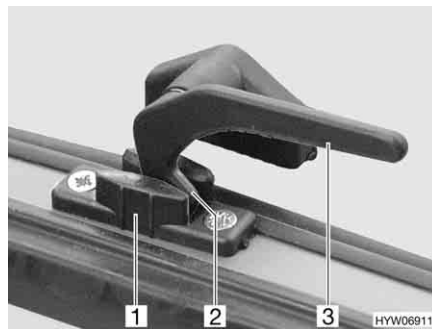
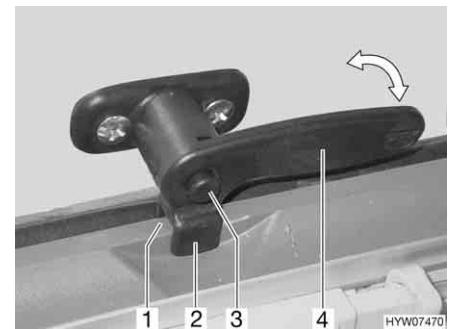

Bild 77 Verriegelungshebel ohne Sicherungsknopf in Stellung "Dauerbelüftung"
Bild 78 Verriegelungshebel mit Sicherungsknopf in Stellung "Dauerbelüftung"
- in Stellung "Dauerbelüftung" (Bild 77 oder Bild 78)
- Ggf. Sicherungsknopf (Bild 78,3) drücken und gedrückt halten.
- Den Verriegelungshebel (Bild 77,3 oder Bild 78,4) eine viertel Umdrehung zur Fenstermitte hin drehen.
- Verriegelungshebel wieder zurückdrehen. Die Verriegelungsnase (Bild 77,2) dabei in die Aussparung der Fensterverriegelung (Bild 77,1) einfahren oder die Gabel (Bild 78,2) am Verriegelungshebel in die Fensterverriegelung (Bild 78,1) einfahren.